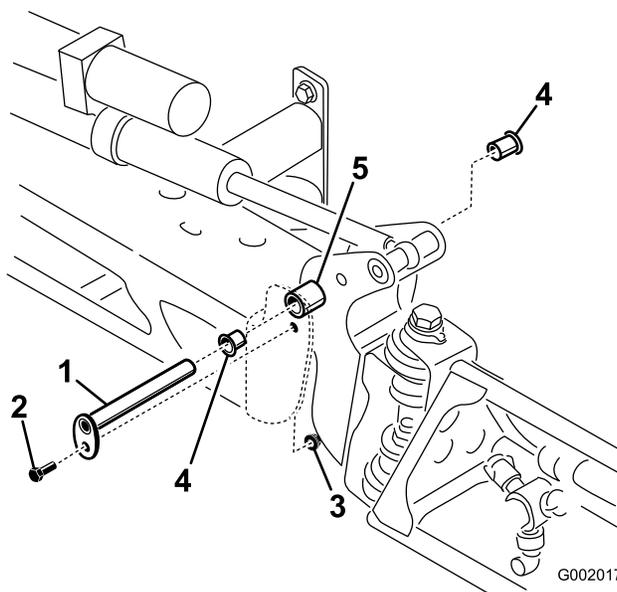

Figura 53
3. Com o peso da rampa suportado, retire o parafuso e a porca que seguram o pino de articulação à rampa (Figura 53). Retire o pino de articulação.
5. Retire e inspeccione as buchas de nylon dos lados dianteiro e traseiro do suporte de articulação (Figura 53). Substitua todas as buchas danificadas.
7. Monte a rampa e o apoio da articulação no chassis alinhando as aberturas (Figura 53).